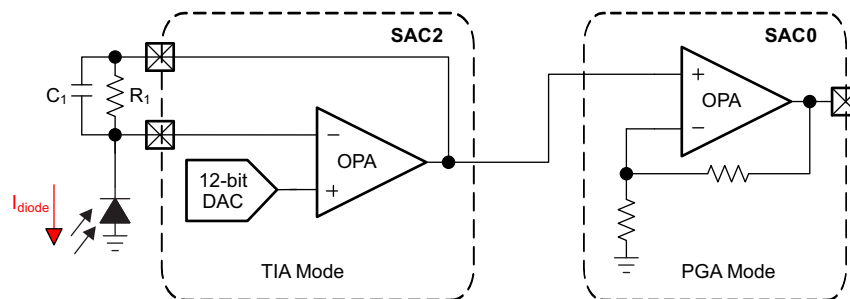

图 14. 在烟雾探测器中使用智能模拟组合
本节介绍如何在真实的传感和测量应用中使用 SAC。烟雾探测器和电流环路是两个应用实例。图 14 显示了烟雾探测器应用中的 SAC 用例。第一级 SAC 配置为 TIA 模式，第二级 SAC 配置为同相 PGA 模式。第一级 SAC 使用的 DAC 提供偏置电压，因此可以避免输出摆幅限制。红外辐射 (IR) 接收器的输出电流流经 TIA，进而将 IR 接收器的输出电流转换为模拟电压。该模拟电压由第二级放大器放大，然后由 MSP430 MCU 上的 ADC 进行测量。